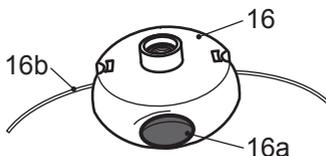

Fig. 26
- > Maintenez appuyé le bouton de déverrouillage (16a) situé sur le boîtier de la tête de coupe. Lorsque ce bouton est enfoncé, le fil de coupe (16b) peut être changé (fig. 26).